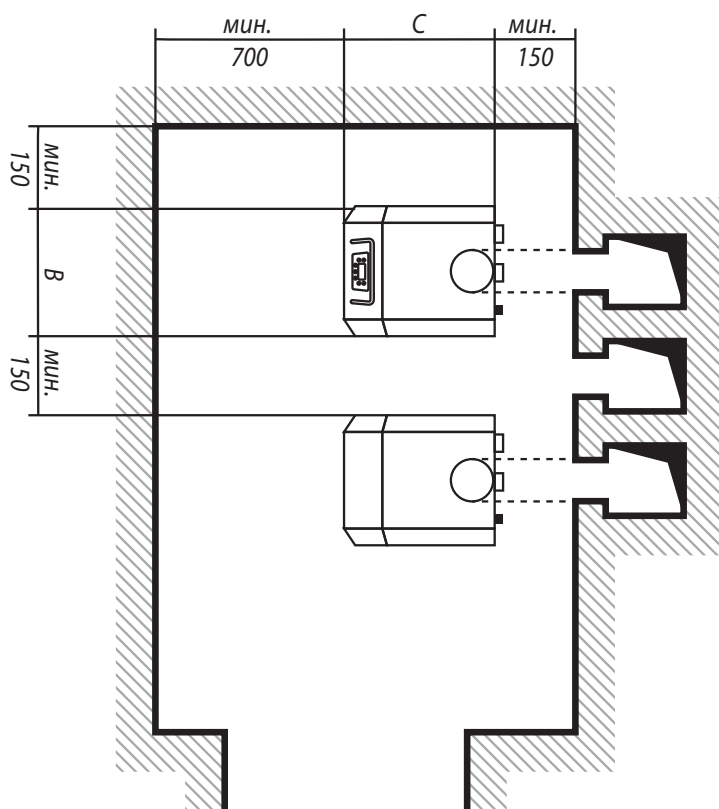

Рис.4 Схема размещения котла в помещении
4.4 Необходимо оставлять свободное пространство вокруг котла для безопасного проведения сервисного обслуживания и ремонтных работ. Рекомендованные минимальные расстояния указаны на схеме (рис.4).